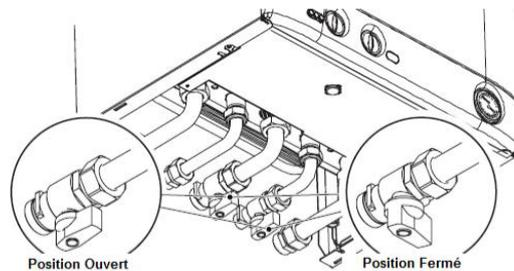

Figure 3.2
• Les robinets de la chaudière et ceux fournis lors de l'installation doivent être ouverts (figure 3.2).
- Fermez les robinets de la chaudière (figure 3.2).